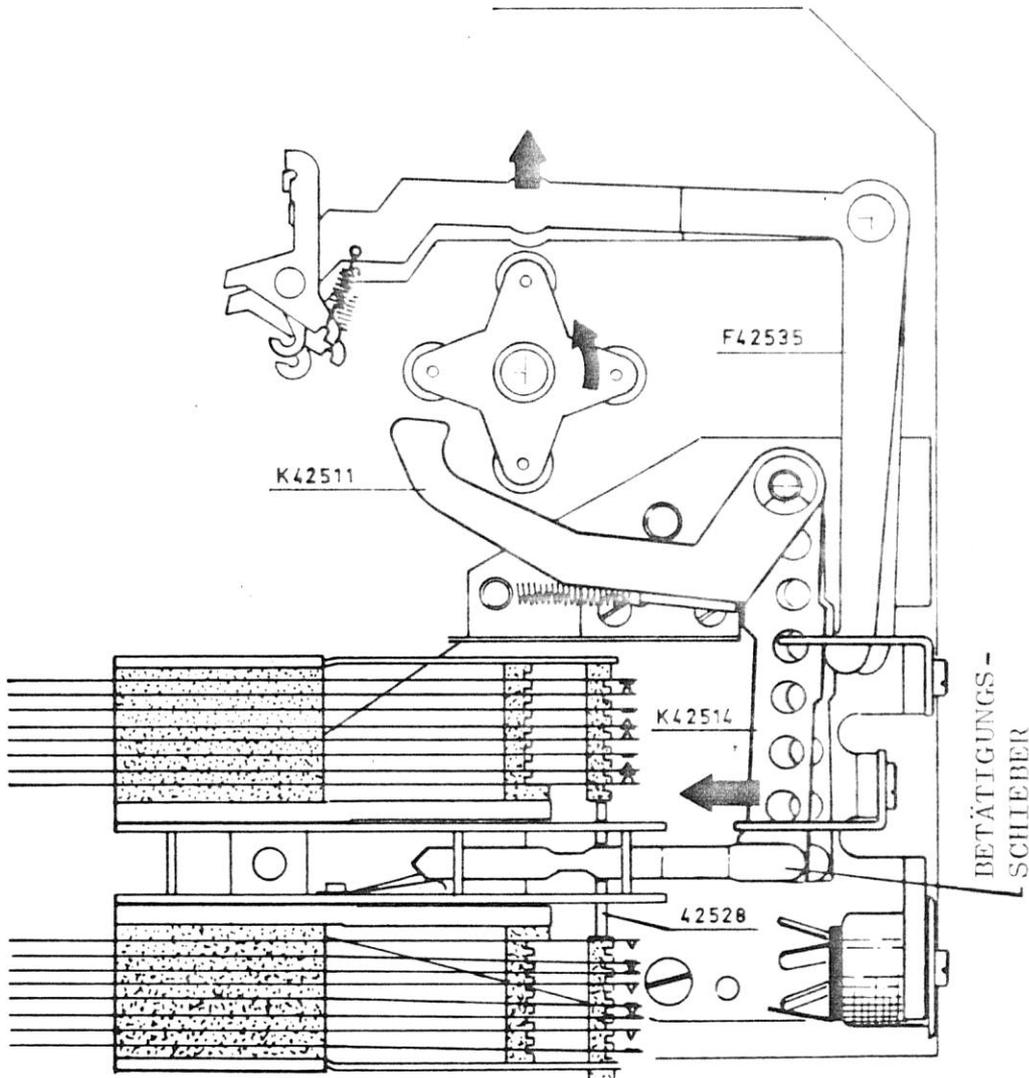

Fig 4
- 1.2.2.1 Man betätige alle Magnetanker, so daß die Kuppelklinken über die Stanzbrücke einfallen. Die Hauptachse wird dann so weit gedreht, bis die Stanzhebel ihre höchste Stellung erreicht haben. Die Kontaktschieber 42528 haben dann ihren größten Weg zurückgelegt, wie in Abb. 4 gezeigt. Falls notwendig, ist die Montageplatte K 42517 nachzustellen, wie bei 1.2.1.2 erläutert.